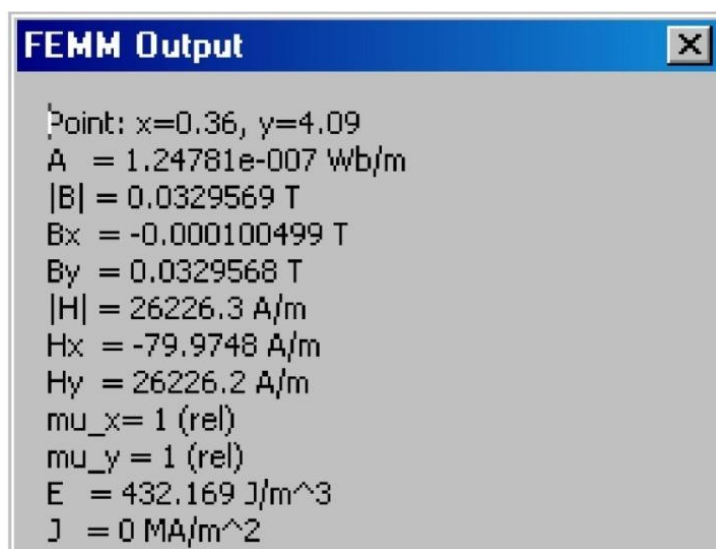

Рисунок 1.17 – Режим «Точка»
1. Режим указания точки. В этом режиме щелчок левой клавишей мыши в точке расчетной области вызывает появление окна с указанием данных в этой точке (рисунок 1.17).